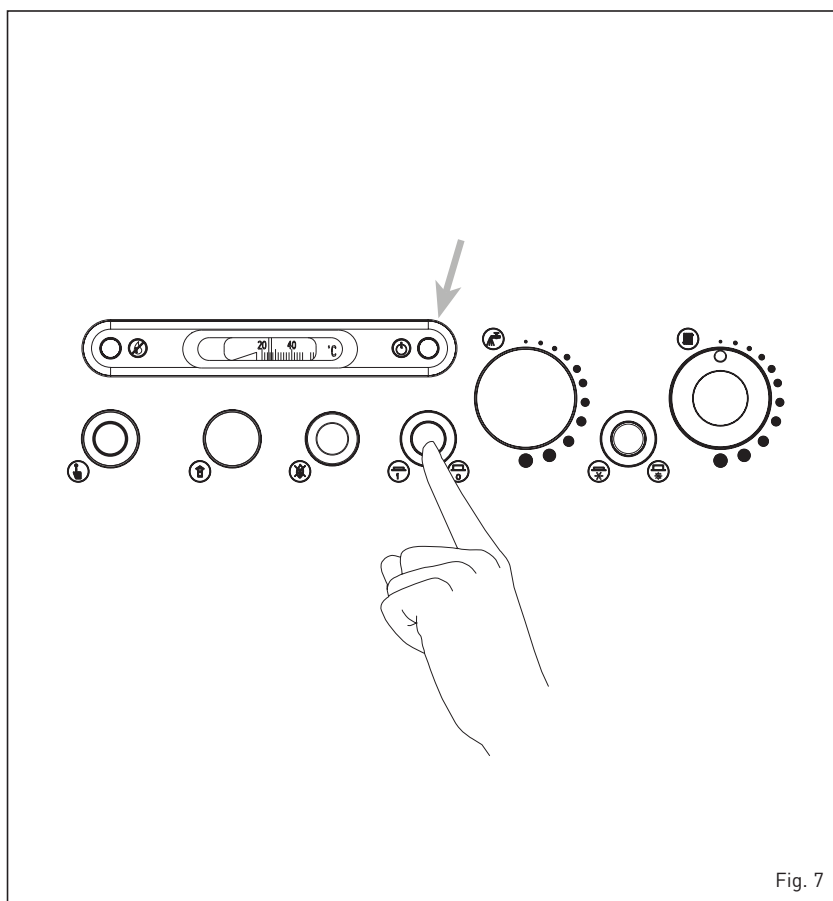

Fig. 7
3.2.1 Mise en marche de la chaudière (fig. 7)
3.2.5 Extinction de la chaudière (fig. 7)